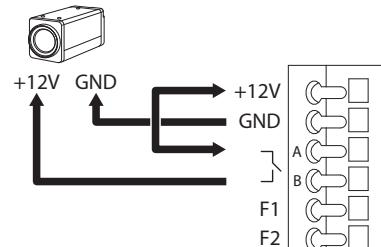

Fig. 95 CN7. Modalità ONVIF
- Collegare il cavo di telemetria dalla telecamera e collegare l'alimentazione della telecamera (Fig. 95 CN7. Modalità ONVIF, pagina 46).